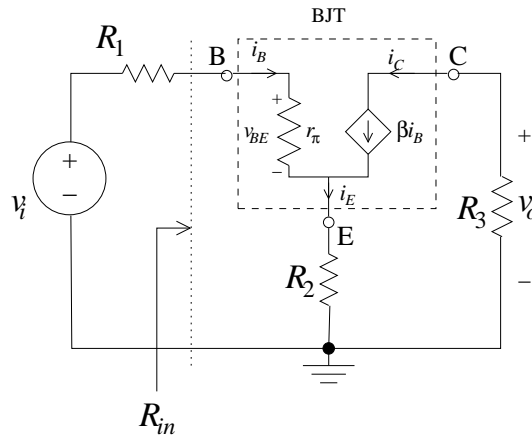

Figura 2.20: Un amplificador de potencia usando una FCCC
**5 Ejemplo (Amplificador de potencia)** Un amplificador de potencia (*power amplifier* en inglés) se muestra en la Figura 2.20 (observe que se usa una fuente controlada, FCCC). Determine la tensión de salida  $v_o$  en función de  $v_i$ . Asuma que las resistencias y la ganancia  $\beta$  son conocidas.